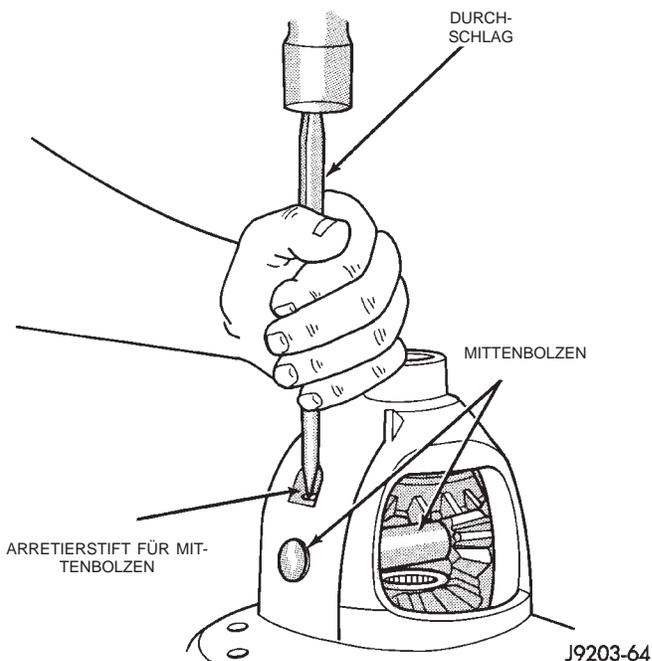

Abb. 53 Mittenbolzen einbauen
(2) Ausgleichkegelräder und Druckscheiben einbauen.
(3) Mittenbolzen einbauen. Dabei die Bohrung für den Arretierstift mit der Bohrung im Ausgleichkorb ausrichten.
(4) Den Arretierstift durch die Bohrungen im Ausgleichkorb und im Mittenbolzen schieben (Abb. 53).